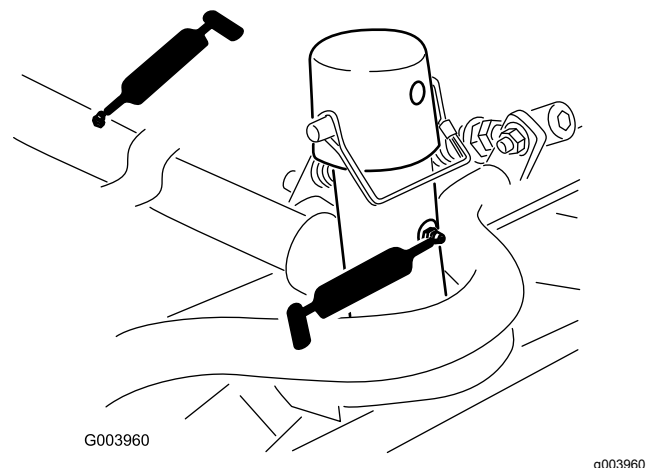

Bild 78
- Schneideinheitträgerahmen und Drehzapfen (2) (Bild 78)